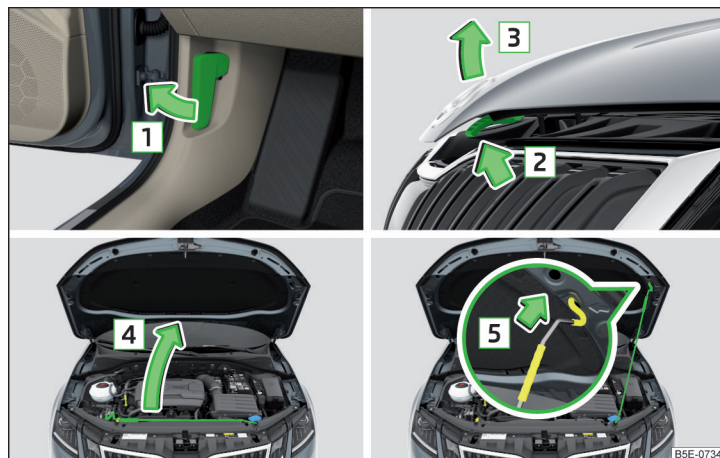

Fig. 316 Abrir el capó
- Abra la puerta delantera y tire de la palanca de desbloqueo ubicada debajo del tablero de instrumentos en el sentido de la flecha 1 » fig. 316.